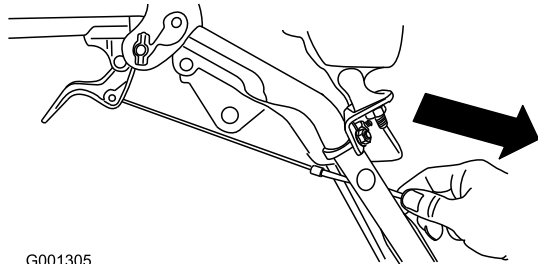

Bild 9
- Ziehen Sie den Kabelmantel vorsichtig nach unten, bis der Radkuppungshebel unten ist, und das Kabel kein Spiel mehr hat. Ziehen Sie dann die Mutter an der Kabelklemme fest (Bild 9).